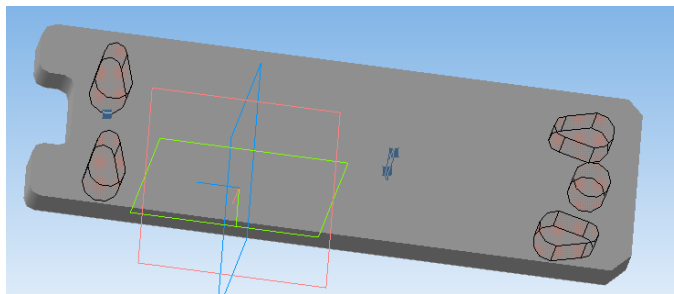

Рис. 4.16
53. Щелкните по верхней границе получившегося тела, снова включите режим редактирования эскиза. Выполните пункты со 12 по 18, описанные в «Создание чертежа (вид сверху)». Нажмите на панели инструментов слева «Редактирование детали», затем «Вырезать выдавливанием». В поле «Расстояние» введите 10. Получается такой объект как на рис. 4.16.